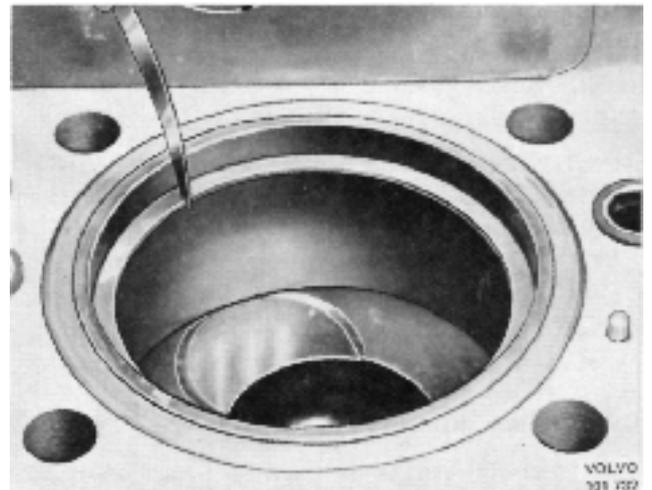

Fig. 39. Contrôle de la coupe de segment
Les segments de piston doivent être ajustés en prenant en considération à la fois la coupe (figure 39) et le jeu des segments dans les gorges correspondantes (figure 40). Pour la mesure de la coupe, faire descendre les segments dans les cylindres en se servant d'un piston. Pour les dimensions, prière de se référer aux « Caractéristiques techniques ». La mesure de la coupe doit se faire au P.M.B.
6. Ajuster les nouveaux segments de piston dans l'alésage du cylindre (figure 39).